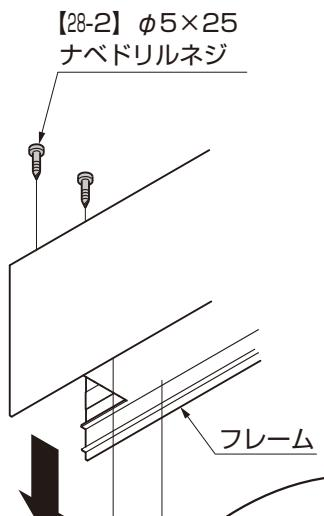

図4-16
- ②柱に角度調整軸を、【28-1】で取付けてください。(図4-16参照)
- ③ネジ頭隠しシールを貼付けてください。(図4-16参照)